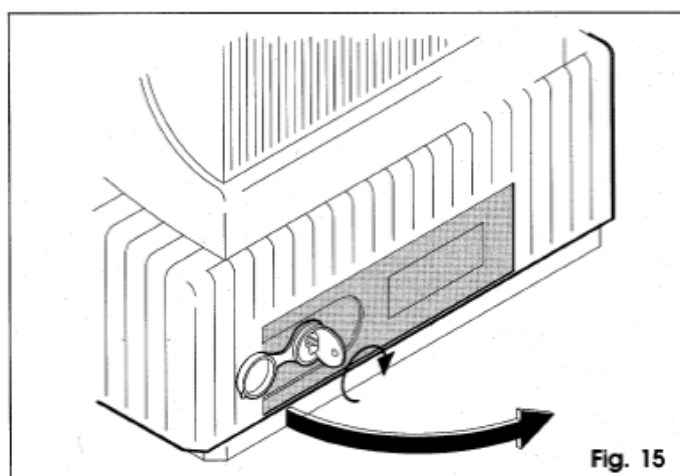

Fig. 15
- togliere il tappo di protezione ed inserire l'apposita chiave in dotazione nella serratura (fig.15);
- ruotare la chiave in senso orario ed aprire lo sportello del dispositivo di sblocco come da fig.15.